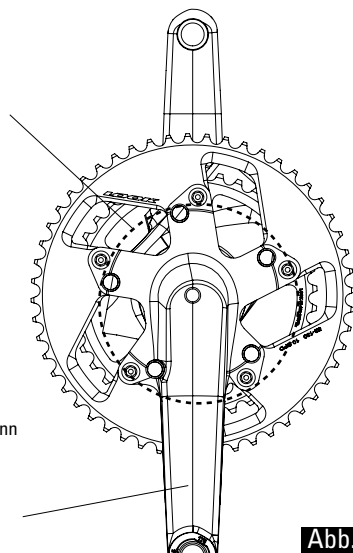

Abb. 5
- Die Befestigung der Kettenblätter mit einem Lochkreis von 130 mm mit den Befestigungshülsen in den Löchern des Sterns ganz außen und die Befestigung der Kettenblätter mit einem Lochkreis von 110 mm mit den Befestigungshülsen in den Löchern ganz innen (vgl. Abb. 5).
- Die Look-Gravuren müssen bei den spezifischen Look-Kettenblättern wie in Abb. 5 ausgerichtet sein.